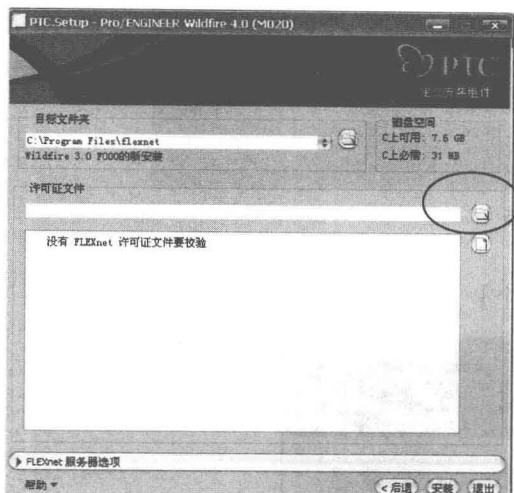
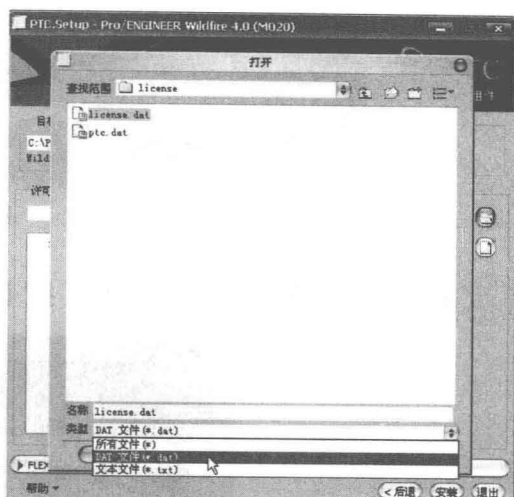

图 1-10
图 1-11
(5) 在弹出的对话框中单击打开按钮（图 1-10），在弹出的对话框中选择类型为 .dat 文件（图 1-11），检索先前复制到硬盘根目录下的许可认证文件 license.dat，然后按【打开】。